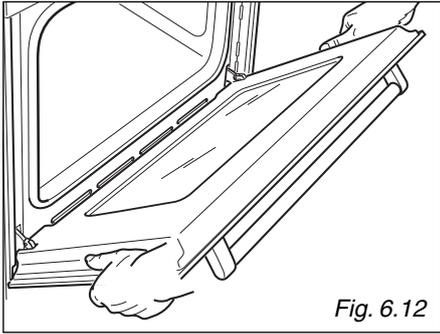
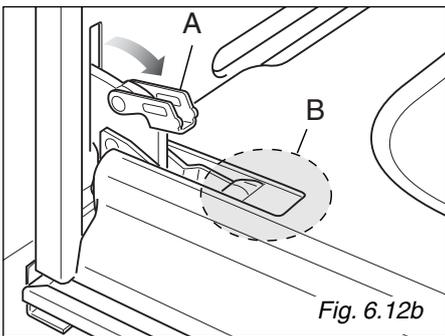

Fig. 6.12
Fig. 6.12b
- Ouvrez complètement le levier « A » sur les charnières gauche et droite (fig. 6.12b).
- Tenez la porte tel qu'indiqué à la fig. 6.12.
- Refermez doucement la porte (fig. 6.12) jusqu'à ce que le levier « A » des charnières soit accroché à la partie « B » de la porte (fig. 6.12b).